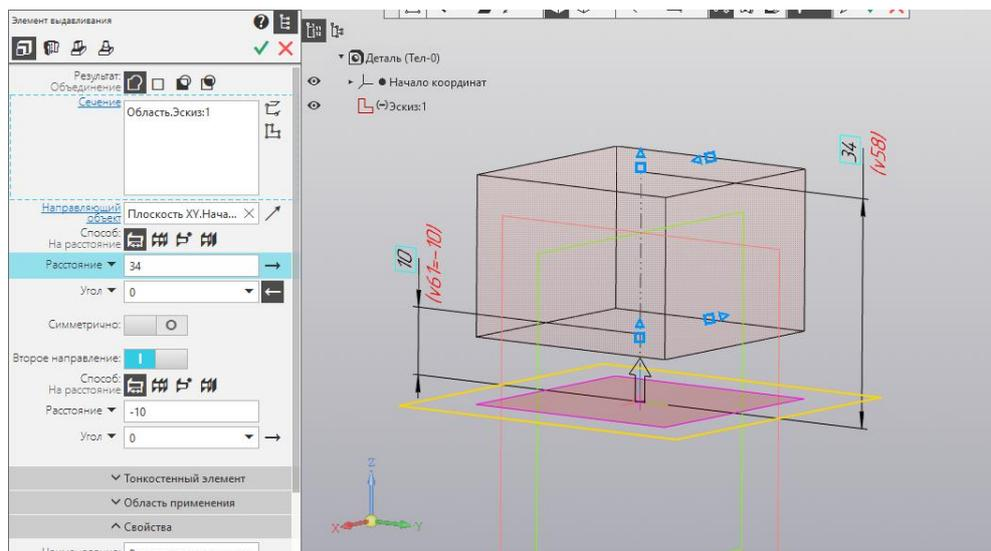

Рисунок 4.9 – Операция выдавливания
- Второе направление. Второе направление не зависимо от первого, в таком случае можно выдавить элемент в обе стороны не зависимых друг от друга. При этом второе направление можно использовать для того, чтобы элемент выдавливался не от плоскости, на которой создан эскиз, а на каком-то расстоянии от нее, для этого достаточно второе направление выставить отрицательным (рисунок 4.9)